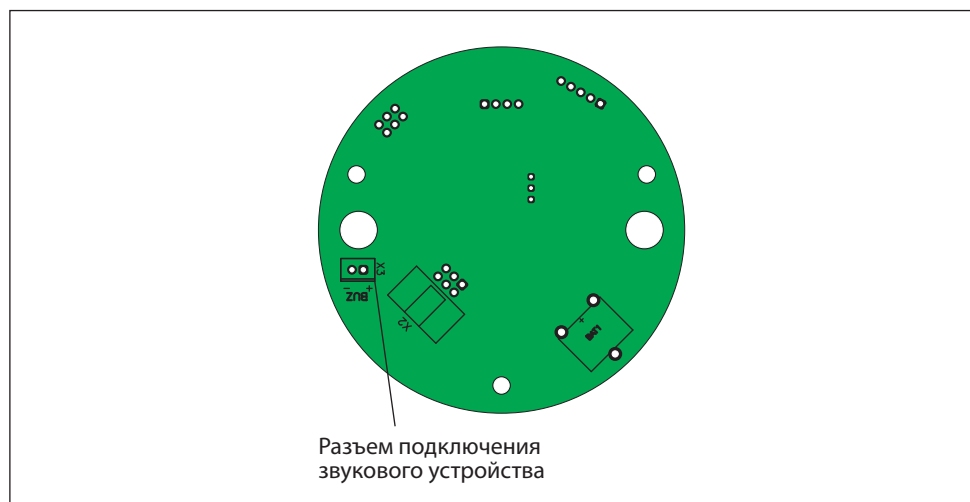

Рис.14. Расположение разъема подключения звукосигнального устройства на процессорном модуле
11. При необходимости подключите внешнее СЗУ к разъему на процессорном модуле (рис.14).